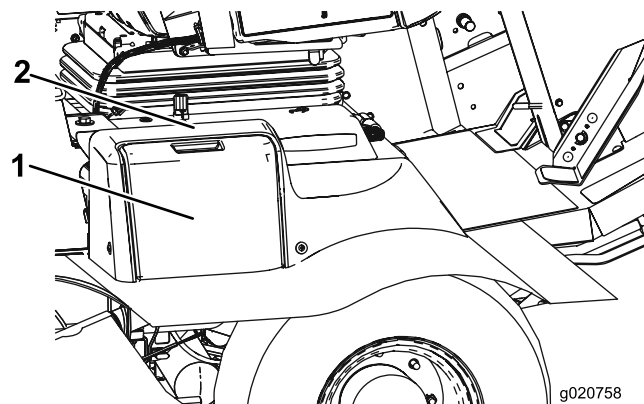

Bild 52
1. Öffnen Sie die Batterieabdeckung an der Seite der Abdeckung (Bild 52).
Hinweis: Üben Sie Druck auf die flache Oberfläche über der Batterieabdeckung aus, um das Entfernen der Abdeckung zu erleichtern (Bild 52).